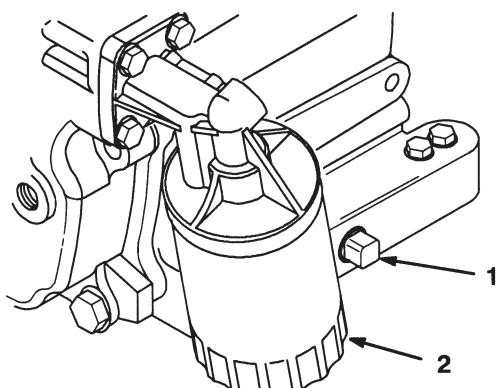

Bild 18
5. Entfernen Sie die Verschluss schraube (Bild 18) und lassen das Öl in ein Auffanggefäß ab. Schrauben Sie die Verschluss schraube wieder ein, nachdem das Öl abgelaufen ist.